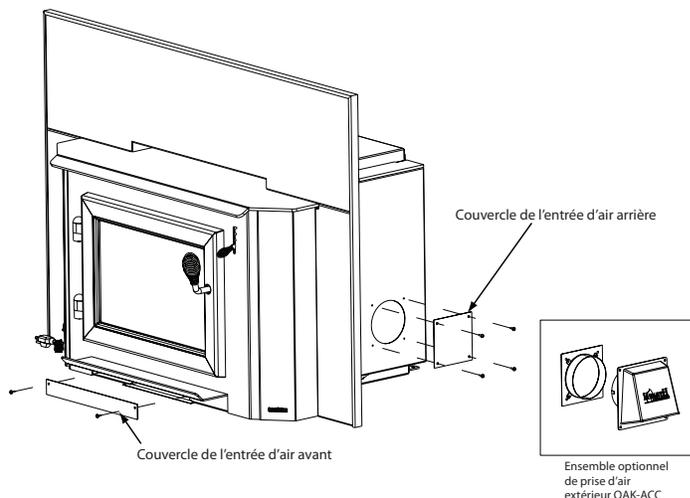

Figure 39.1
1. Retirez le couvercle de la prise d'air extérieur sur la coque extérieure, puis jetez et réutilisez les 2 vis (**Figure 39.1**).
5. Retirez la plaque B du couvercle de l'air extérieur sur la coque extérieure et jetez-la (**Figure 39.1**).